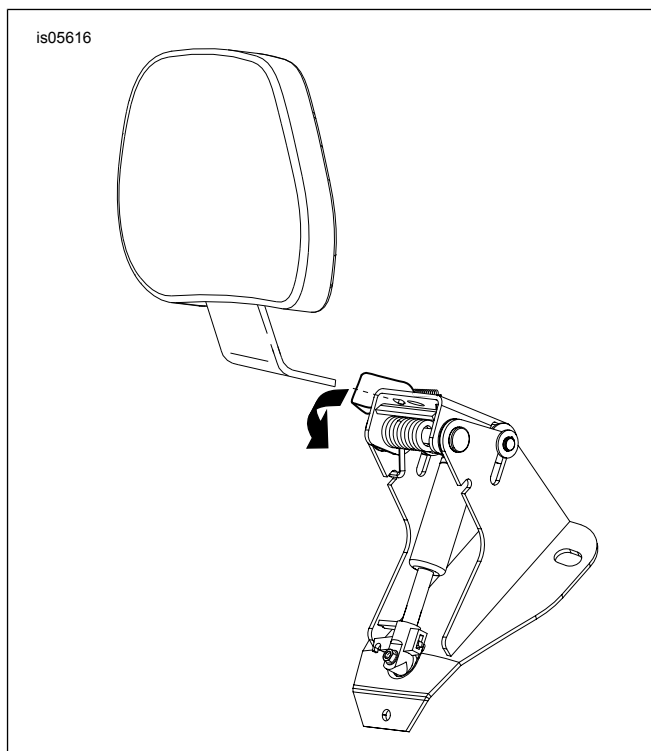

Figura 13. Instalação do encosto
1. Ver Figura 13 . Pressione a alavanca do suporte do encosto, conforme indicado.